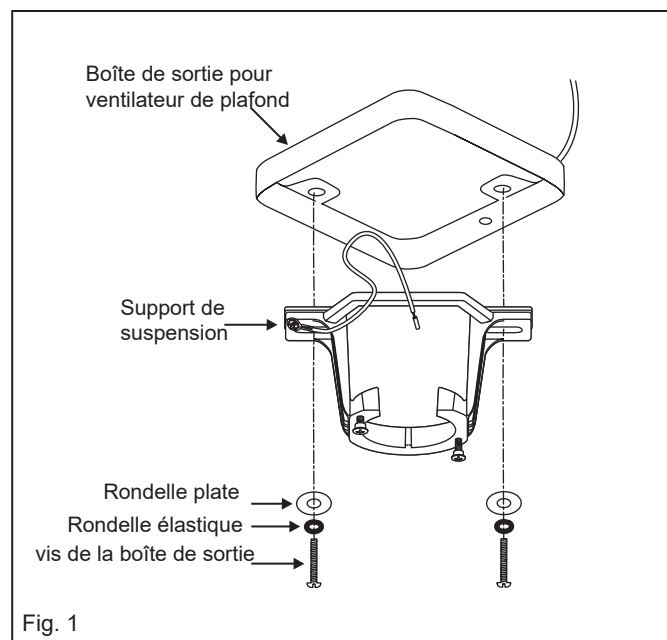

Fig. 1
- 1 Retirez la boule de la tige de suspension en desserrant la vis de réglage sur le côté de la boule. Faites glisser la boule vers le bas et retirez la goupille transversale ; retirer la balle. (Fig. 1)